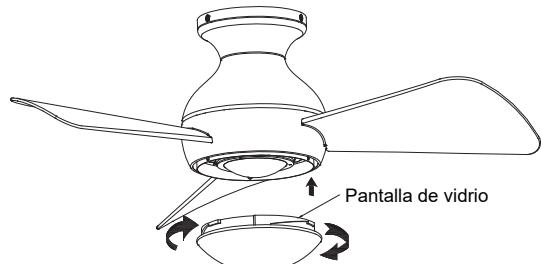

Fig. 16b
Paso 8. Asegure la pantalla de vidrio a la caja de interruptores haciéndola girar en sentido horario. No ajuste demasiado (**Fig. 16b**).